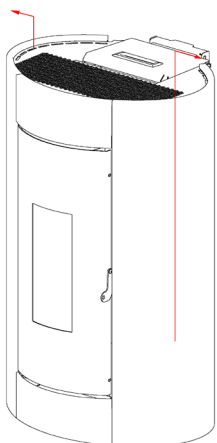

Fig. 34 - Verwijdering zijpanelen
- De zijpanelen van onder naar boven losmaken (zie **Fig. 34 op pag. 21**).